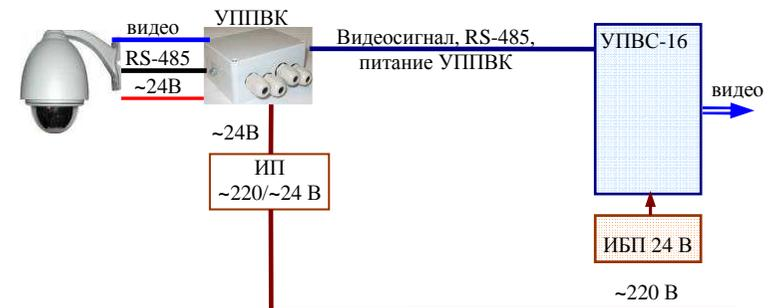

Рисунок 1.1. Схема применения УПВК в комплекте с устройством приема видеосигналов УПВС-16
1.2 УППВК применяется в комплекте с устройством приема видеосигналов типа УПВС-16 ФИДШ.468369.002ТУ (рис.1.1) или с устройством типа модуля приемника видеосигнала 8-канального ФИДШ.468349.006ТУ (из состава сервера типа СЛЗ ФИДШ.425661.001ТУ интегрированного комплекса «Пахра»). Полную информацию можно получить на сайте www.asbgroup.ru.